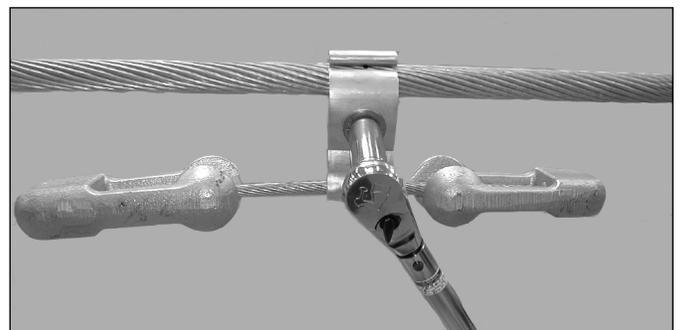

Figura 7: Apriete el tornillo con un torquímetro.
3.05 Apriete el tornillo de la Garra contra el Cuerpo (Figura 7). En la Tabla 1 están listados adecuados niveles de torque.